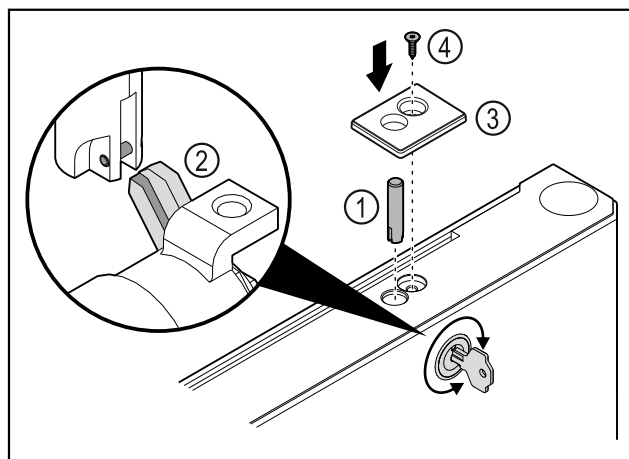

Fig. 41
- Sätt i låsbulten Fig. 41 (1).
- Vrid låset lite så att låsbulten Fig. 41 (2) hamnar i låsslitsen.
- Sätt in skyddet Fig. 41 (3).
- Sätt i skruven Fig. 41 (4).